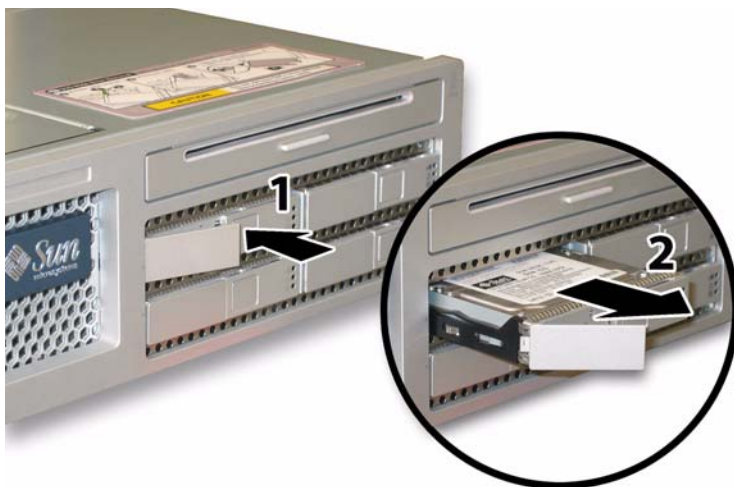

图 4-33 打开硬盘驱动器锁销
- a. 按硬盘驱动器正面的按钮以释放弹簧固定锁销。请参见图 4-33。